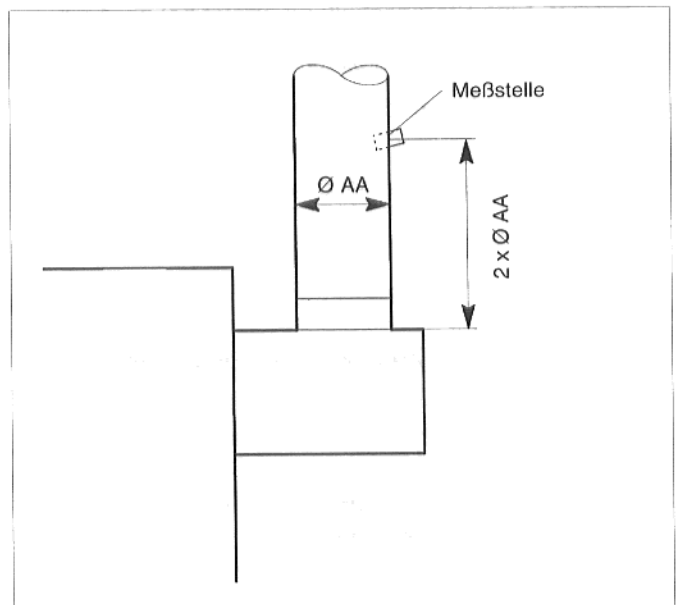

Abb. 22: Meßstelle im Abgasrohr
- Bringen Sie im Abgasrohr, ca. $2 \times \text{Ø AA}$ nach der Strömungssicherung an der dem Kessel abgewandten Seite, eine Bohrung an (Abb. 22).